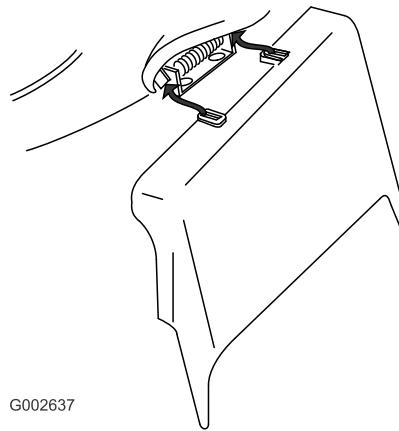

Figure 37
3. Montez l'éjecteur latéral et rabatbez le volet sur l'éjecteur (Figure 37).